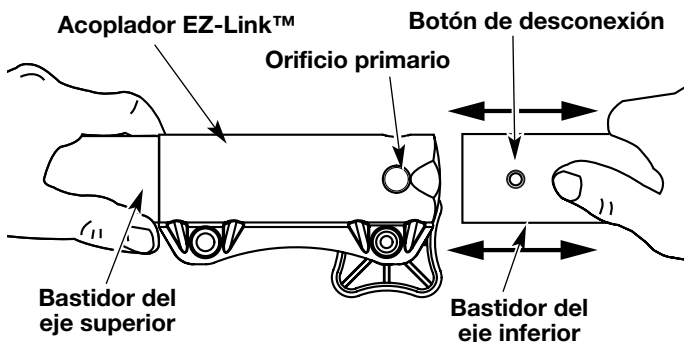

Fig. 10
2. Mientras sostiene el accesorio con firmeza, empujelo en línea recta en el acoplador EZ-Link™ (Fig. 10).